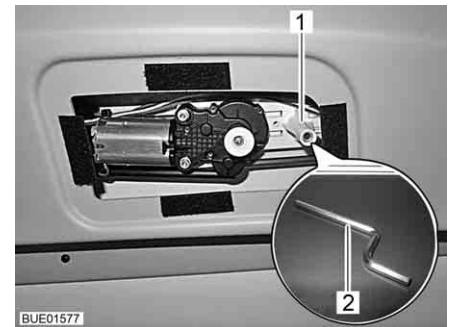

Fig. 35 Desbloqueador de emergência do dispositivo de escurecimento do para-brisas
- Encaixe a chave sextavada (Fig. 35,2) que faz parte do fornecimento com o braço longo no alojamento (Fig. 35,1).